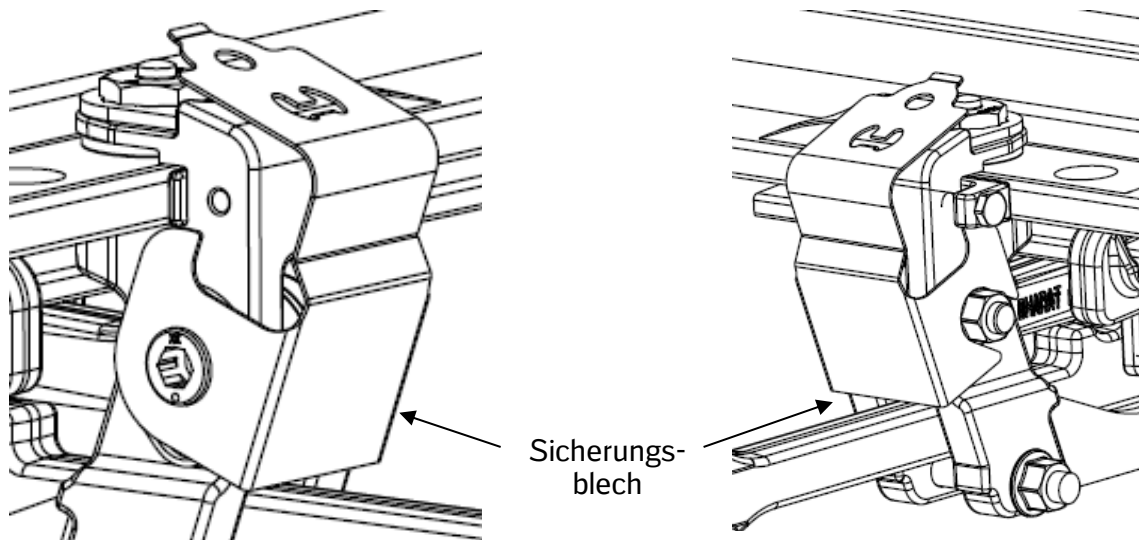

Bild 11 Aufsetzen des Sicherungsbleches
- Einrasten der seitlichen Öffnungen über den Kopf des Exzenterbolzens und über den Kragen der Sicherungsmutter (Verlierschutz für Fixierscheibe, Exzenterbolzen und Sicherungsmutter; Bild 11)